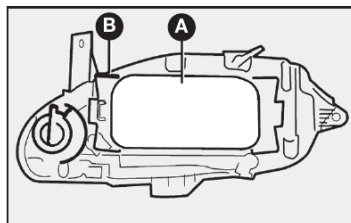
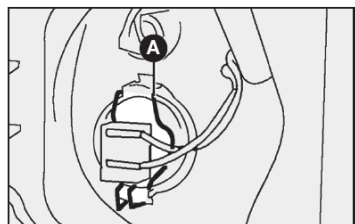

fig. 18
fig. 20
- 1) remover a tampa plástica A para ter acesso às lâmpadas deslocando a trava B-fig. 18;
- 3) retirar o porta-lâmpada pressionando as presilhas A-fig. 20 abrindo-as lateralmente;
- 6) reenganchar a presilha de fixação A-fig. 20 e reconectar a lâmpada, colocando por último a tampa plástica A-fig. 18.
- 1) remover a tampa plástica para ter acesso à lâmpada deslocando a trava **B-fig. 18**;